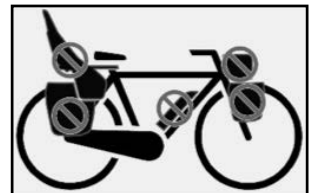

Figure 8: Pièces pouvant être perdues
- Répétez l'étape des Fig. 8 à 11 si la fixation n'est pas bonne.